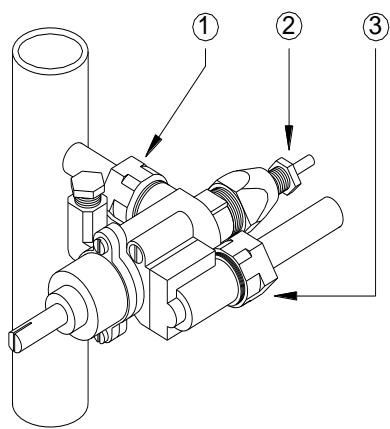

Abb. 10
- d) Löse die Schraube vom Thermoelement. (2) Abb. 10. am Ventil.